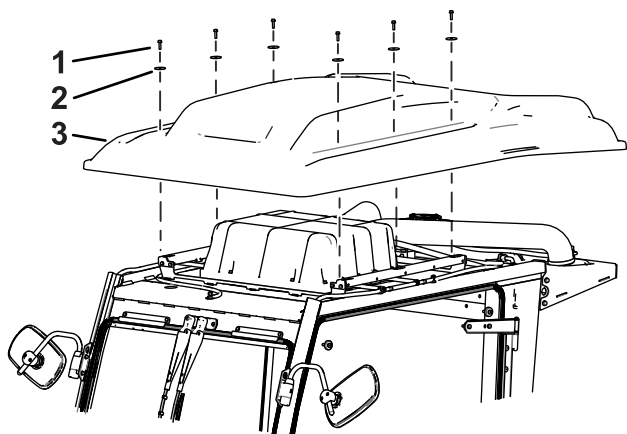

Figura 11
2. Retire el techo de la cabina como se muestra en la Figura 11.
21. Instale el techo de la cabina (Figura 11).
3. Instale los paneles laterales que retiró anteriormente (Figura 11).